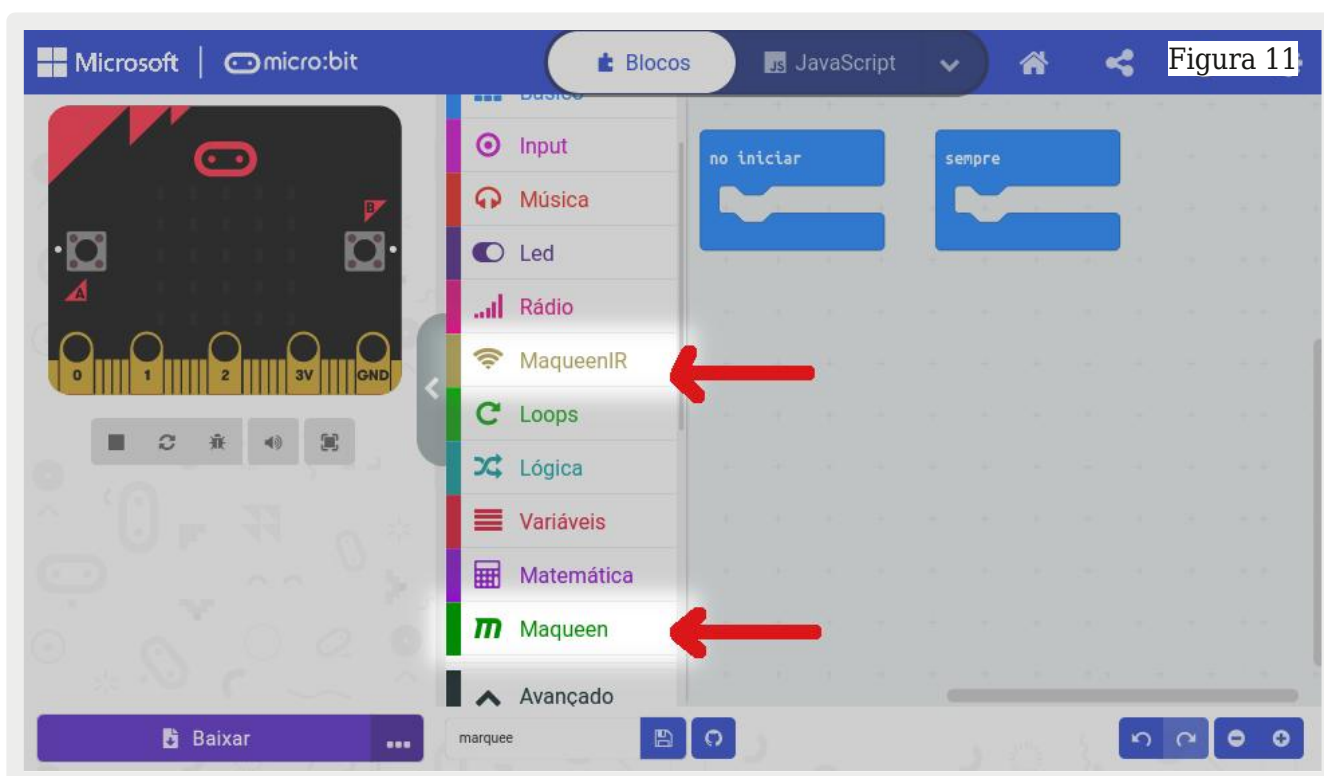

Figura 11
4. Aguarde enquanto o Makecode baixa e instala os blocos especiais de programação para o Maqueen. Após alguns segundos os blocos estarão à sua disposição, conforme podemos ver na **figura 11**.